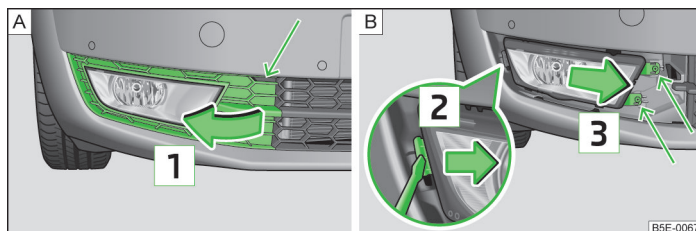

Fig. 216 Pare-chocs avant : Démontage de la grille de protection/du phare antibrouillard
- Détachez la grille de protection dans la zone de la flèche » fig. 216 - [A] à l'aide de l'étrier servant au retrait des enjoliveurs intégraux de roue » page 226, *Outil-lage de bord*.
- Retirez la grille de protection dans le sens de la flèche [1] » fig. 216.
- Dévissez le phare antibrouillard » fig. 216 - [B] à l'aide du tournevis faisant partie de l'outillage de bord.
- Pour remonter le phare antibrouillard, l'insérer dans le sens de la flèche **[3]** » fig. 216 et le visser à fond.